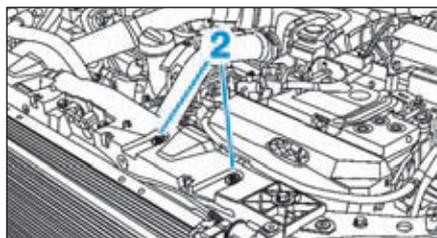

FIG.4
- Déposer les vis (2) du guide de faisceau moteur (Fig.4).